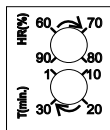

Fig.9B
- En cas de modification des réglages de l'aérateur vous serez amenés à manipuler les potentiomètres situés sous le couvercle de la boîte à bornes (fig.9B). Ces potentiomètres sont fragiles et doivent être manipulés avec précaution.